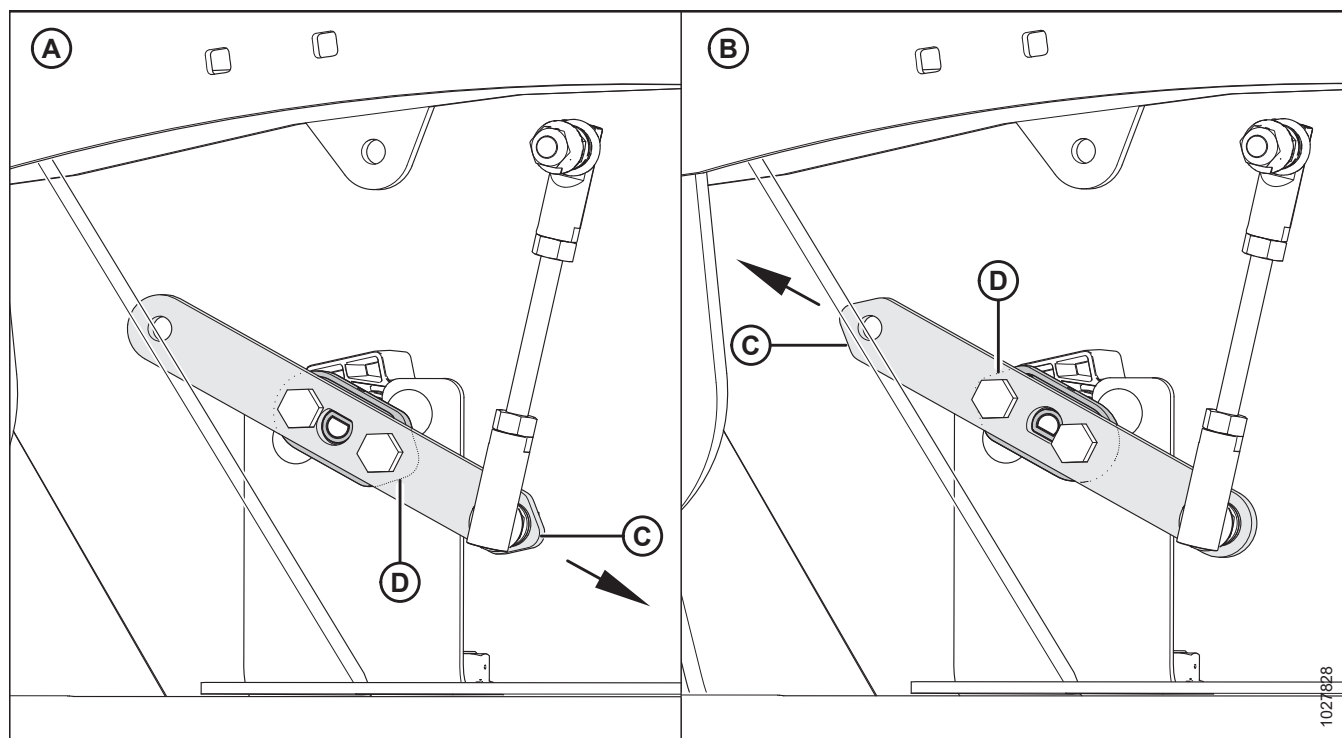

Рисунок 3.100: Конфигурация рычага/указателя датчика
2. Проверьте правильность конфигурации рычага (С) и указателя (D) датчика для вашей машины. См. рис. 3.100, страница 104.